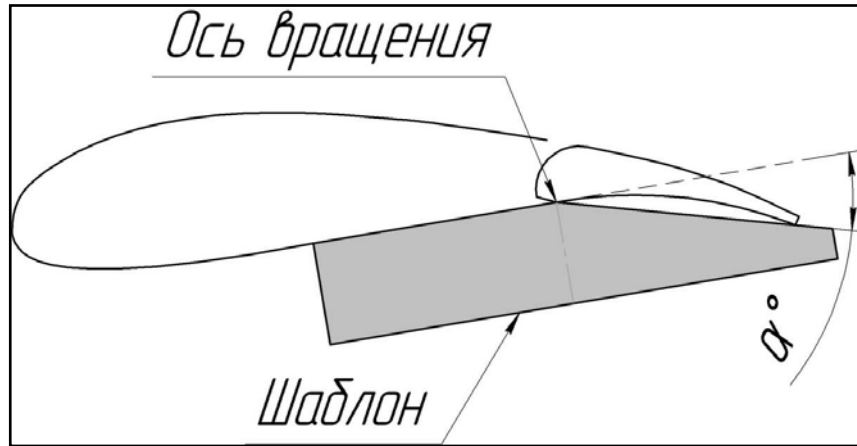

Рис.19 – Вилка с пазом для качалки машинки
15) При маленьком плече качалки машинки элеронов вилка, возможно, будет упираться в ось качалки. Для устранения сделайте паз в вилке как на Рис.19